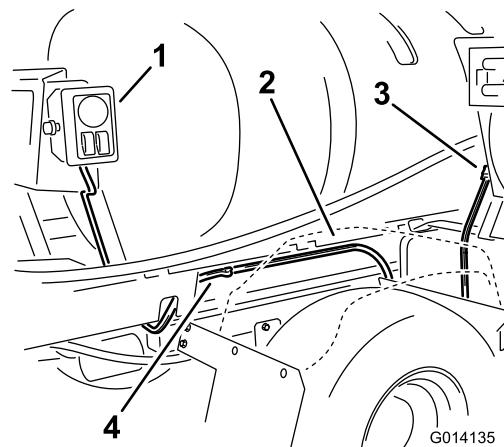

Figura 18
6. Na caixa de controlo, encaminhe a cablagem restante com o conector da bobina de tubagem para a frente no lado direito da máquina, entre o patim do depósito e o guarda-lamas direito traseiro (Figura 18). Utilize dois conectores para prender a cablagem à estrutura do patim do depósito.